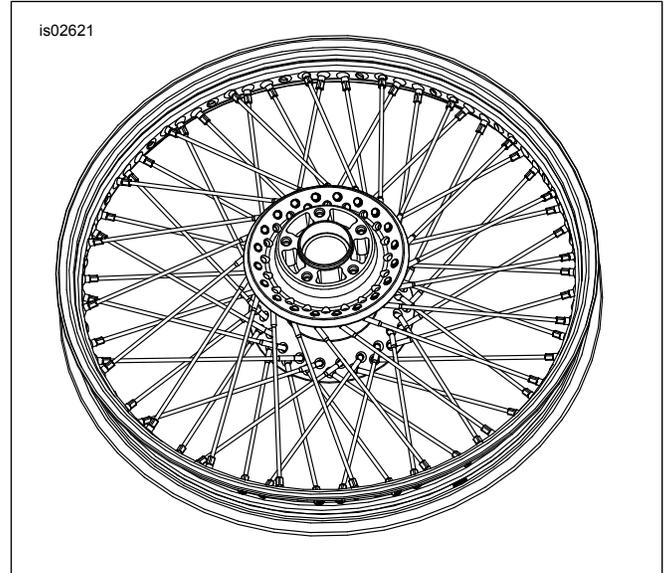

Figura 7. Instale los rayos exteriores
7. Vea Figura 7. Gire el aro para que el lado del disco de freno esté orientado hacia **abajo**. Coloque cualquiera de los rayos de la fila **exterior** dentro del cubo. Coloque el rayo en ángulo hacia la izquierda e insértelo en el agujero del aro, en ángulo para que encaje bien. Sin apretar, arme el racor del rayo.